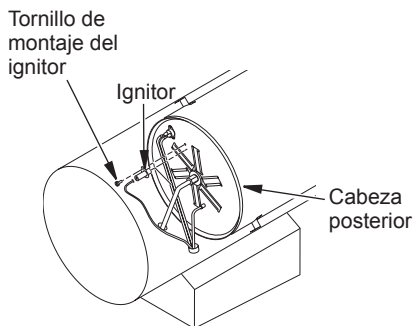

Figura 11: Extracción del tornillo de montaje del ignitor y del ignitor
3. Quite el tornillo de montaje del ignitor de la cabeza posterior usando un destornillador estándar (consulte la figura 11).